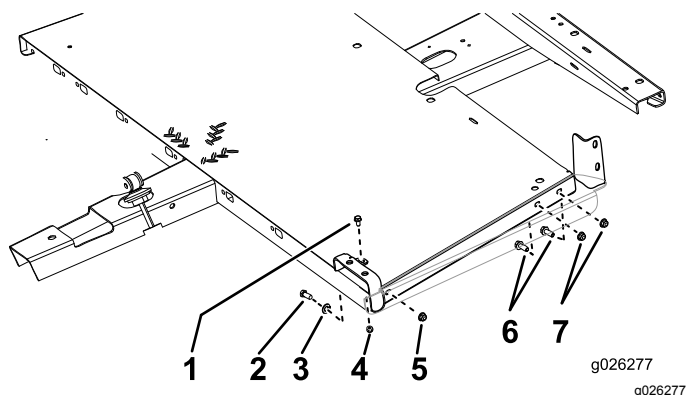

Рисунок 3
1. Прикрепите напольные панели к раме, как показано на Рисунок 3.